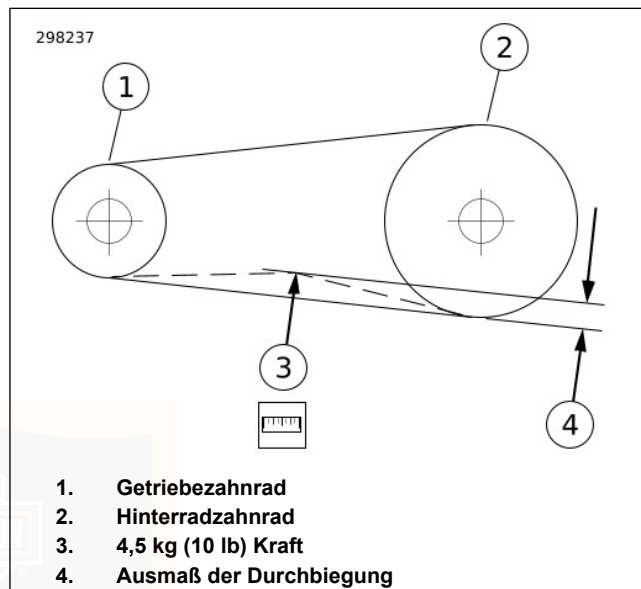

Abbildung 107. Riemendurchbiegung überprüfen
- b. **Alle anderen Modelle:** Siehe Abbildung 107. Bei stillgehaltenem Messgerät Riemendurchbiegung (4) messen.